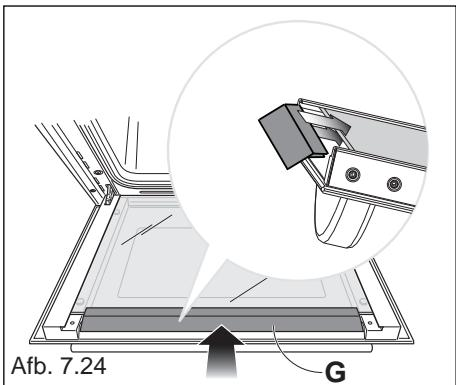

Afb. 7.22
- Schuif de ruit in de linker- en rechterglijlatten "E" en "F" (afb. 7.22), en schuif hem voorzichtig naar de oplsluitbeugels "H" (afb. 7.23).